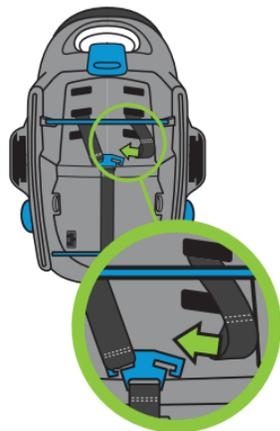

Figure 9
- Tenez la chape en métal du harnais argentée bien droite en vous assurant qu'il n'y a pas de torsion dans la sangle de réglage du harnais et faites glisser l'extrémité de la boucle de chaque sangle de harnais d'épaule dans la fente de la chape en métal du harnais, en veillant à ce que chaque sangle soit complètement à l'intérieur de la fente, comme indiqué à la **Figure 9**.